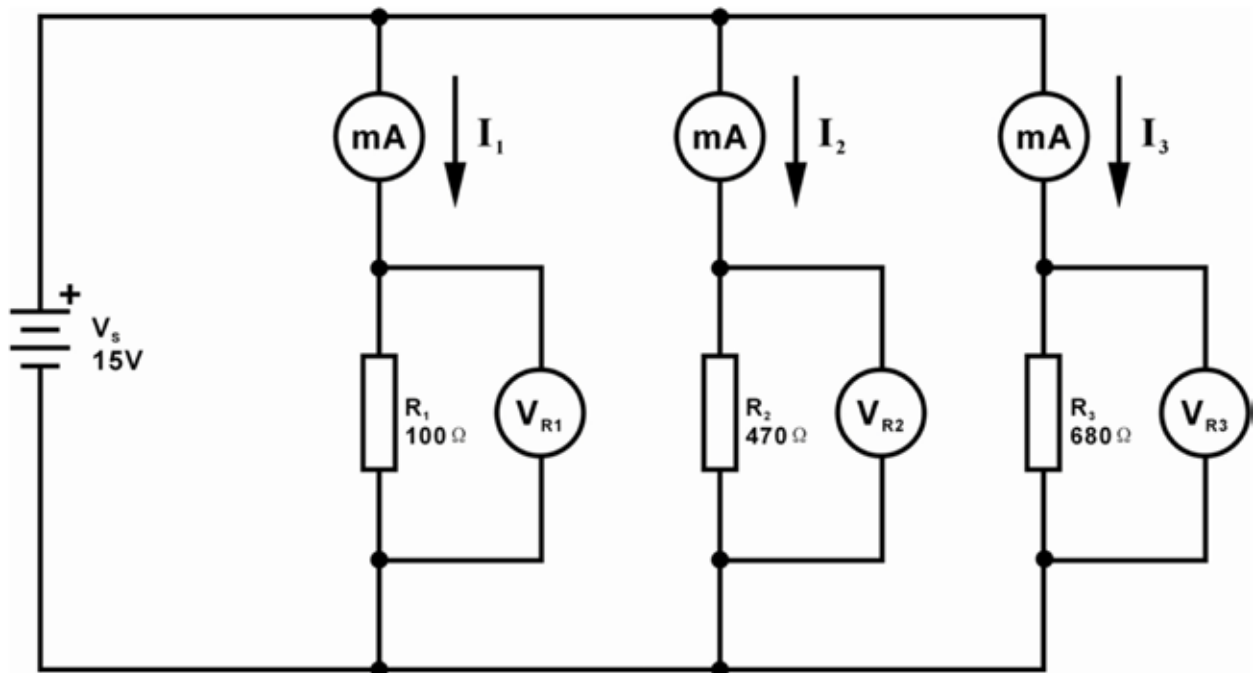

Figura 2
1. Realizzare il circuito illustrato in figura 2
3. Rilevare la tensione e la corrente in punti differenti come mostrato in figura 2 e inserire i risultati in tabella 2